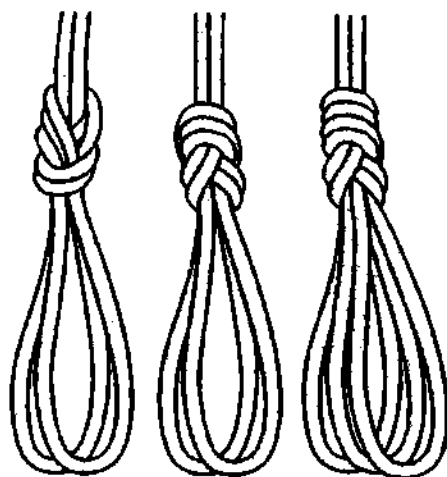

Рис. 457. Двойная и тройная фламандские петли.
*Двойная фламандская петля* такая же надёжная и крепкая, как и одинарная *фламандская петля* (рис. 457). В отличие от одинарной *фламандской петли* она легко развязывается, если, потянув петли в разные стороны, ослабить узел и вытянуть их назад в обратном порядке. *Двойная фламандская петля* применяется для равного распределения нагрузки между двумя точками закрепления. Петли у неё легко могут быть отрегулированы. *Двойную фламандскую петлю*, такую как и одинарную, можно связать как на середине, так и на конце троса. Узел может быть завязан различными способами. *Двойная восьмёрка* сохраняет от 60 до 80% полной прочности верёвки.